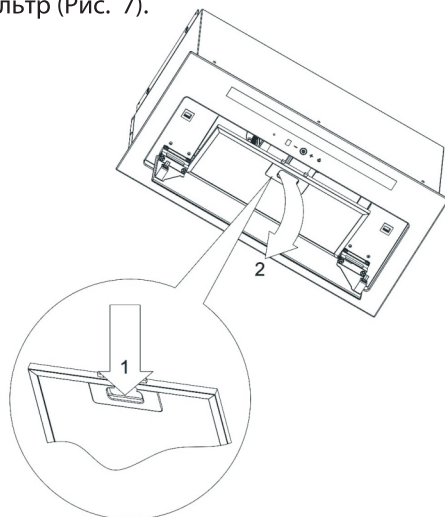

Рис. 7
7.1. Снимите алюминиевый фильтр (Рис. 7).